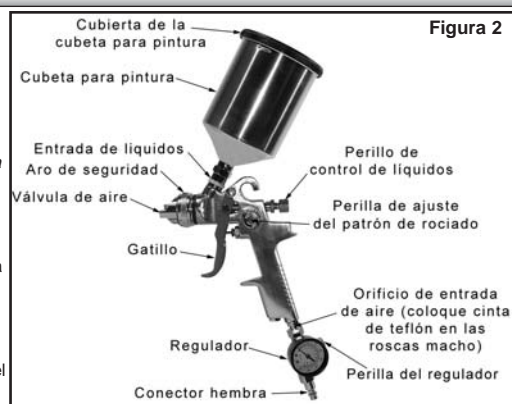

Figura 2
- Instale el regulador sobre el orificio de entrada de aire de la herramienta y luego instale un conector hembra de 6.3 mm (1/4") NPT (no incluido) en el orificio de entrada de aire del regulador. (ver figura 2). **Nota: Use cinta de Teflon® en todas las conexiones roscadas.**
- Perilla de ajuste del patrón de rociado (ver Figura 2): para un patrón completo gire la perilla en sentido antihorario y para obtener un patrón redondo gire la perilla en sentido horario. Esta perilla se usa para crear el patrón adecuado de pintura a medida que sale de la pistola para pintar.
- b. Perilla de control de líquido (ver Figura 2): gire en sentido horario para reducir la cantidad de pintura y gire en sentido antihorario para aumentar la cantidad de pintura. Esta perilla controla la cantidad de pintura que se mezcla con el aire. **NOTA: si gira totalmente la perilla de control de líquido, la pistola emitirá sólo aire.**